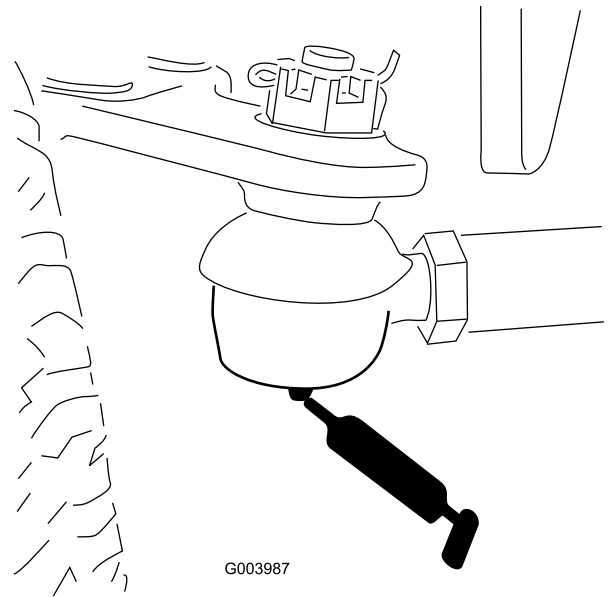

Figura 66
- Tirante del eje trasero (2) (Figura 66)